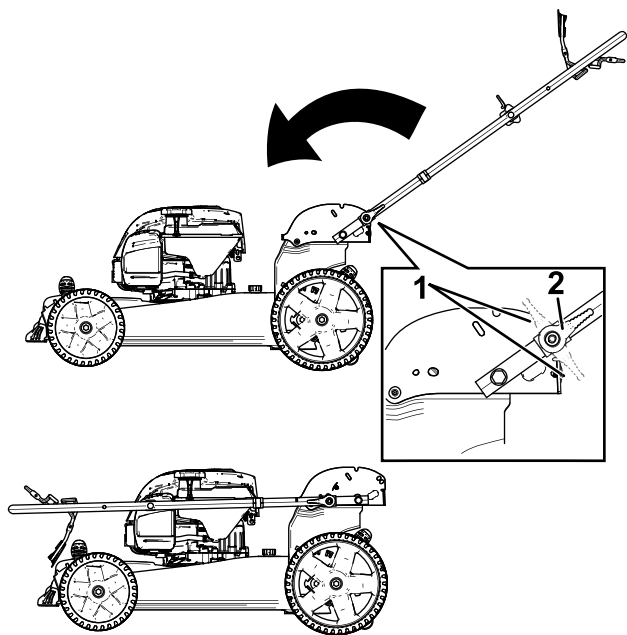

Рисунок 20
- Разблокируйте фиксаторы рукоятки (Рисунок 20).
- Полностью сложите рукоятку вперед (Рисунок 20).